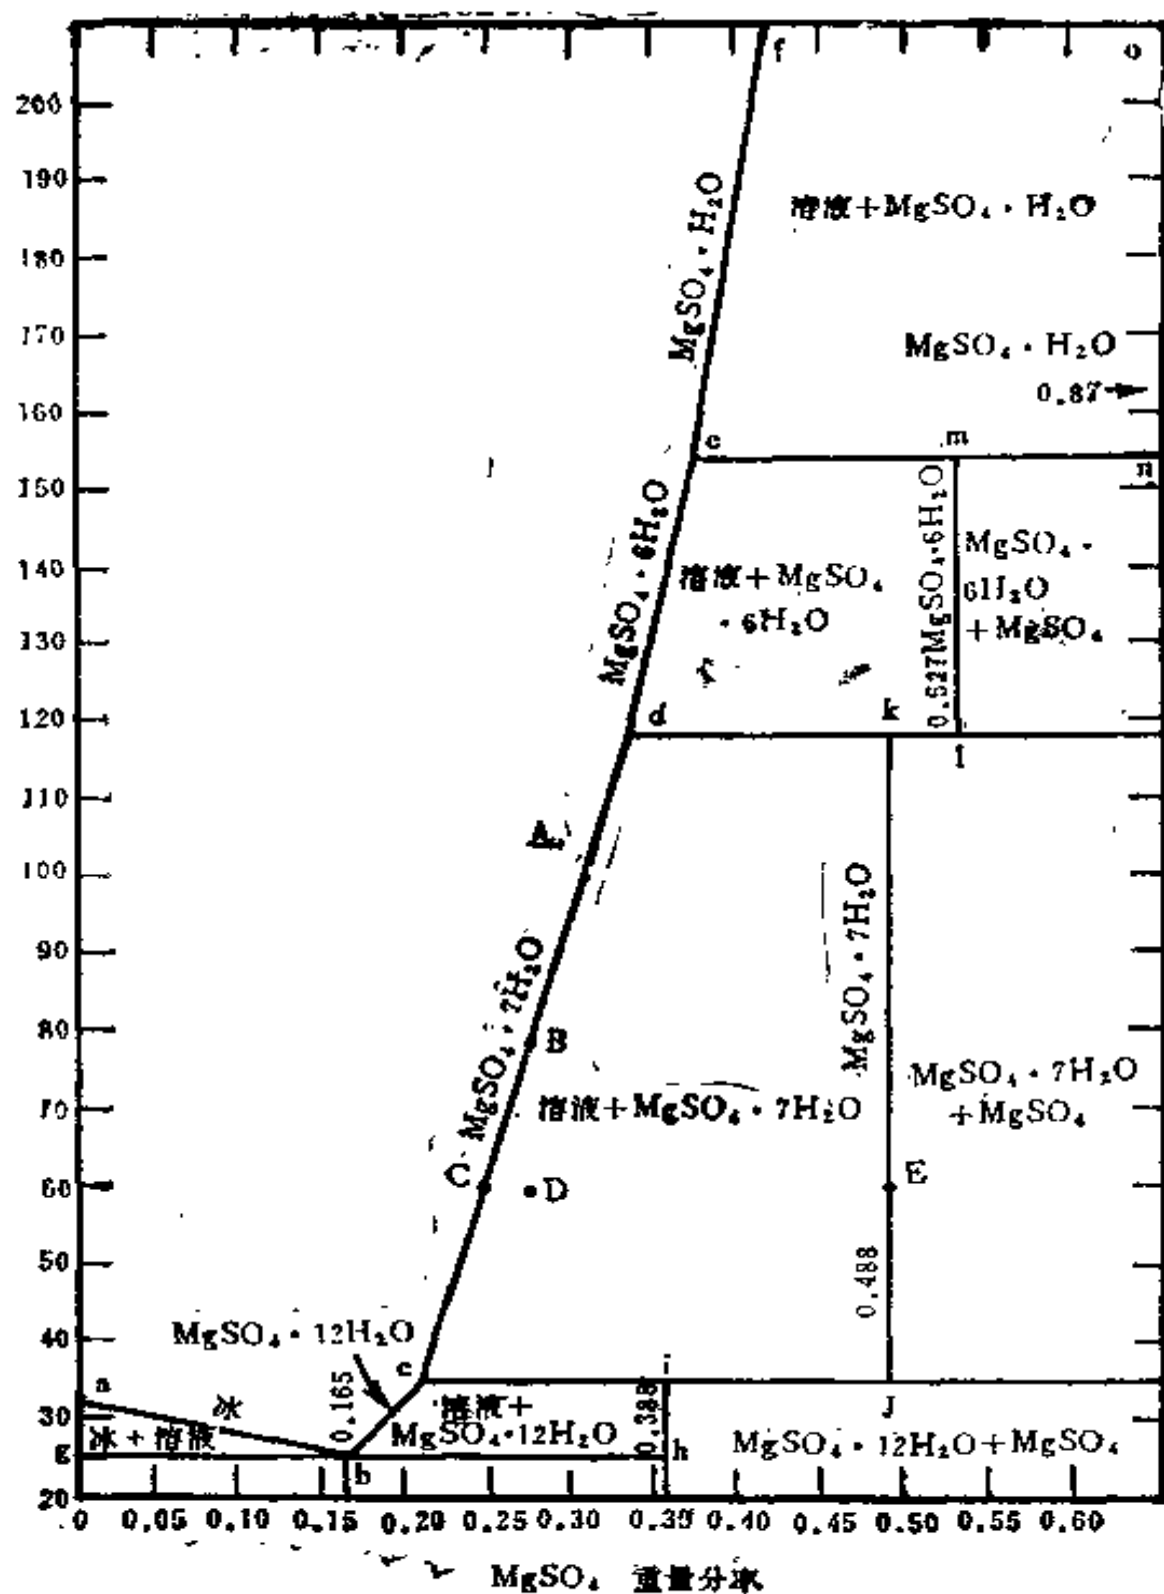

图7-5-1 $\text{MgSO}_4\text{-H}_2\text{O}$ 的相图
$\text{MgSO}_4\text{-H}_2\text{O}$ 体系的相图示于图7-5-1。图上的直线 ab , bc , cd , de 和 ef 表示 MgSO_4 的饱和溶液与固体结晶处于平衡，固体结晶的组成由垂线 ag , hi , jk , lm 和 no 给出。
用相图进行固-液体系的物料衡算，借助于杠杆定理，可使计算方法简化，为了推导这个定理，今假定有总质量分率 x_F (g MgSO_4 /g)的某体系(例如图7-5-1上的D点)，分离成质量
式右方为图7-5-1上的距离比 $\overline{CD}/\overline{DE}$ ，所以
1. 图7-5-1上的直线 jh 表示什么?
4. 利用杠杆定理, 求图7-5-1上D点处体系的晶体对饱和溶液的质量比。然后求晶体的质量分率。
物溶液中的质量分率 ($x_s = 0.232$) 由图7-5-1求得。从杠杆原理, 式(7-5-4)为